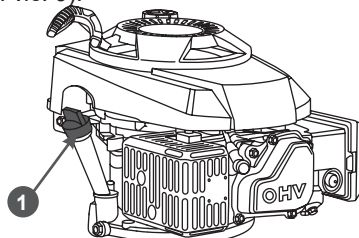

Рис. 9 Крышка-щуп маслозаливной горловины
2. Открутите крышку-щуп 1 маслозаливной горловины и извлеките щуп (Рис. 9).
2. Открутите крышку-щуп 1 маслосазливной горловины и извлеките щуп (Рис. 9).